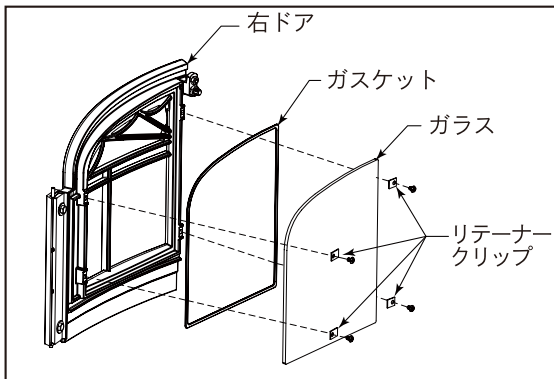

図 23 ガラスアセンブリーの分解図
2. 両ドアのガラスを留めクリップで押さえ、すべてのネジを締めます。(図 23)